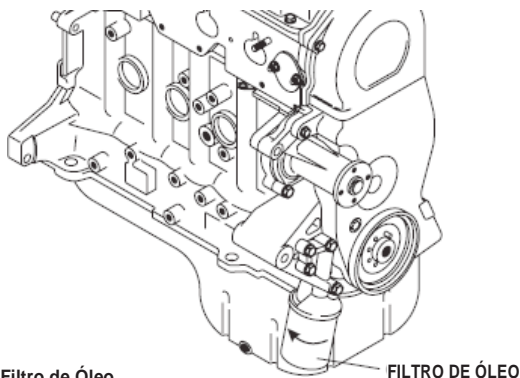

Figura 5 – Filtro de Óleo
4. Gire o **FILTRO DO ÓLEO** (Figura 5) em sentido anti-horário e retire. Descarte adequadamente o filtro usado.